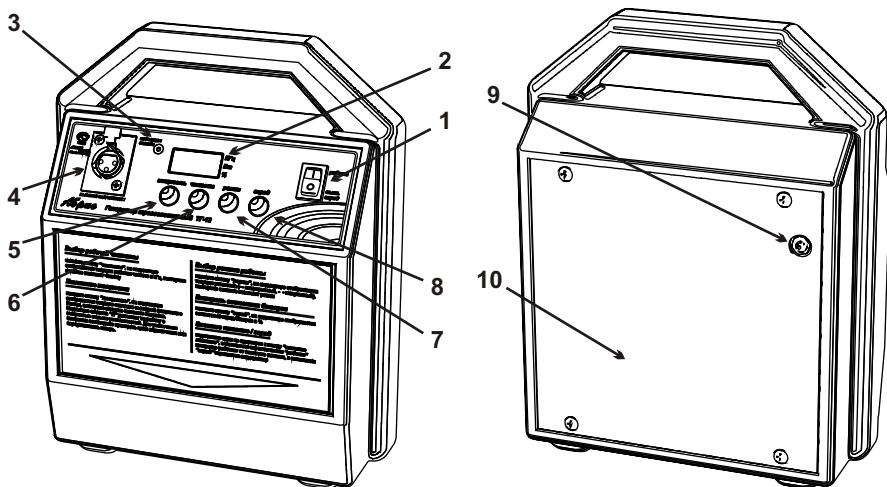
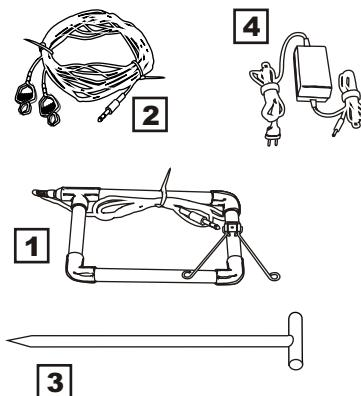

Рисунок 3
Рисунок 4
-  Нажмите на клавишу (поз. 1 рис. 3) переключив ее в положение “работа”
-  Нажмите кнопку “заряд” (поз. 8 рис. 3), на индикаторе отображается значение заряда аккумулятора в %
- 1 Нажмите на клавишу (поз. 1 рис.3) переключив ее в положение “выкл. / заряд”
- 2 При заряде от сети подключите адаптер 220 В (поз.4 рис. 4) к гнезду подключения внешнего питания (поз. 9 рис.3), при заряде от бортовой сети автомобиля используйте автомобильный адаптер (поз. 5 рис. 4). Во время заряда мигает надпись “зар”, по окончании надпись высвечивается не мигая.
1 При работе от сети подключите адаптер 220 В (поз. 4 рис. 4) к гнезду подключения внешнего питания (поз. 9 рис. 3), при работе от бортовой сети автомобиля используйте автомобильный адаптер (поз. 5 рис. 4).
2 Нажмите на клавишу (поз.1 рис.3) переключив ее в положение "работа"
ВНИМАНИЕ ! Не включайте питание генератора перед подключением. При включенном питании на гнезде подключения внешней нагрузки (поз. 4 рис. 3) или зажимах вставленного в него кабеля гальванического подключения (поз. 2 рис. 4) присутствует высокое напряжение, порядка 200 В
- 1** Подключите один зажим кабеля гальванического подключения (поз.2 рис. 4) к коммуникации, при этом необходимо обеспечить надежный электрический контакт.
- 2** Другой зажим кабеля подключите к штырю заземления (поз. 3 рис. 4), вбитому в увлажненный грунт в 5-15м от места подключения
- 3** Подключите разъем кабеля к гнезду подключения внешней нагрузки (поз. 4 рис. 3)
- 1 Нажмите кнопку “частота” (поз. 6 рис. 3), на индикаторе отображается текущее значение частоты в КГц.
- 1 Нажмите кнопку “мощность” (рис.3 поз.5), на индикаторе отображается установленное значение мощности в ваттах.